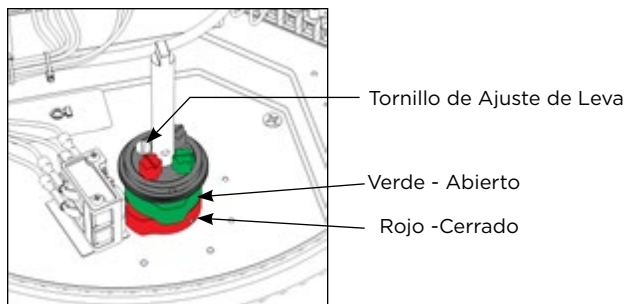

Figura 6. Dos Sensores de Límite de Carrera SPDT
3. Afloje el tornillo de ajuste de leva que se muestra en la Figura 6.